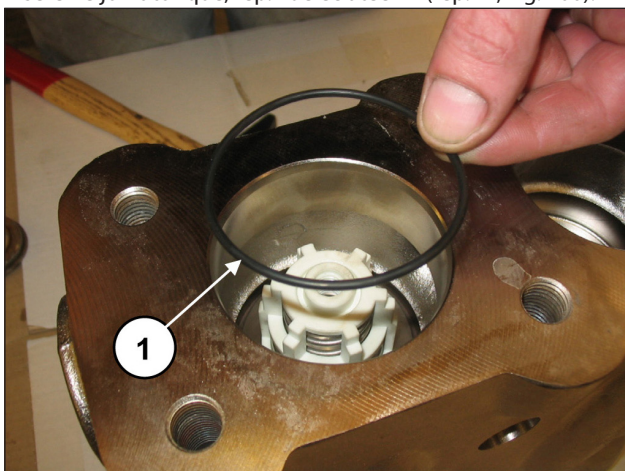

Fig. 100
Insérer le joint torique, rep. vue éclatée 17 (rep. ①, Fig. 100).